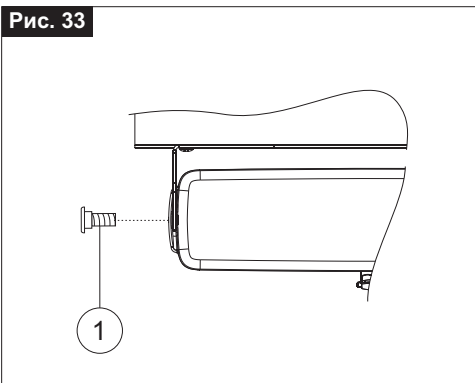

Рис. 34
- 9) **Рис. 34-** Вставьте концевик цепи (**Поз. 2**) в кронштейн для нижнеподвесной установки (**Поз. 1**);